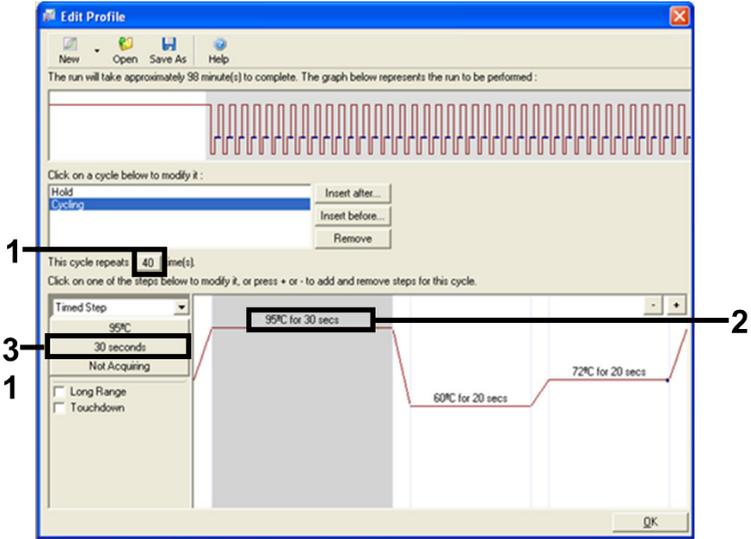

Abbildung 6. Zyklusschritt bei 95 °C.
8. Stellen Sie die Anzahl der Zykluswiederholungen auf 40 ein. Wählen Sie den ersten Schritt aus und stellen Sie diesen auf 30 Sek. bei 95 °C ein (Abbildung 6).